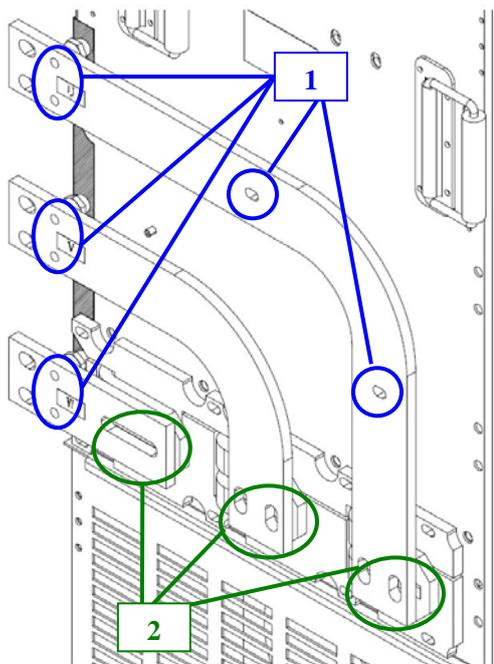

图 5-5. 左侧连接
5. 按图 5-5 所示安装母线
6. 拧紧图 5-5 中数字 2 指示的紧固件
7. 拧紧图 5-5 中数字 1 指示的紧固件